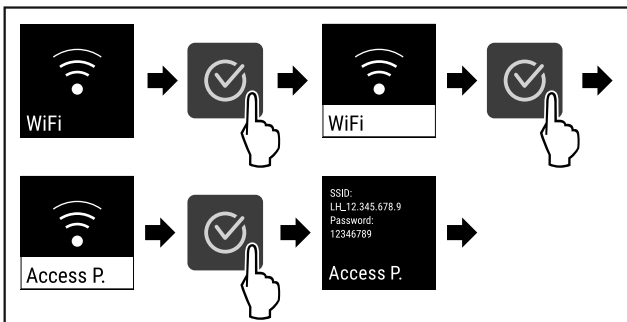

Fig. 75
- ▶ Провести етапи операцій (див. Fig. 75).